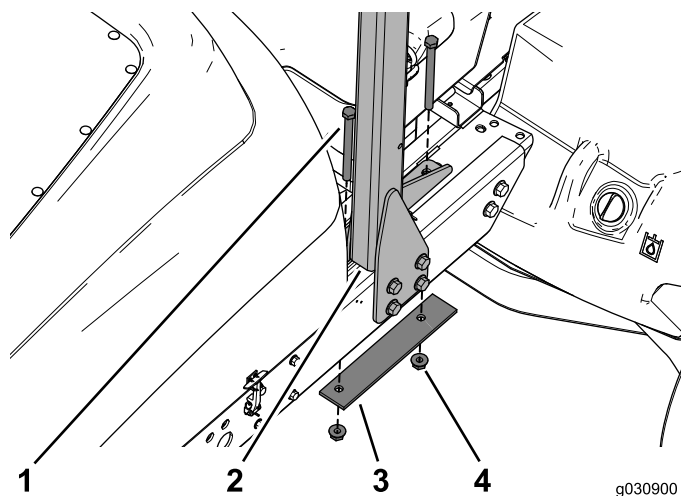

図 7
6. 補強プレートとバッテリーコンパートメントの位置をずらすなどして、ROPSをフレーム上部に固定しているボルト2本、補強プレート、フランジナットを外す 図 7。外した部品類は捨てないこと。